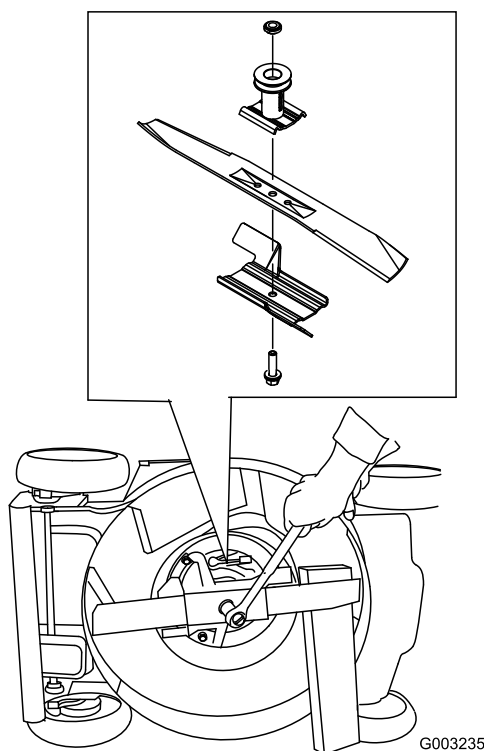

Figura 40
3. Usate un blocco di legno per tenere ferma la lama (Figura 40).